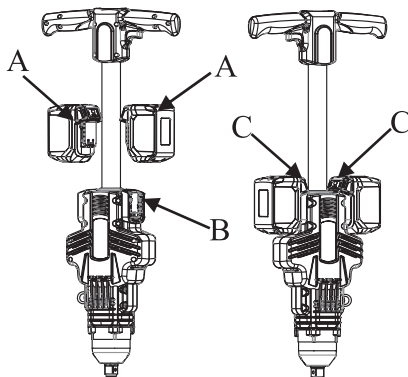

Abb.2
**ENTFERNEN DES BATTERIEPACKS:** Drücken Sie die Batteriefreigabetaste (C) und ziehen Sie das Batteriepack (A) aus dem Werkzeug (B). (siehe Abb. 2)
**EINSETZEN DES BATTERIEPACKS:** Schieben Sie das Batteriepack (A) auf das Werkzeug, bis es einrastet. (siehe Abb. 2)